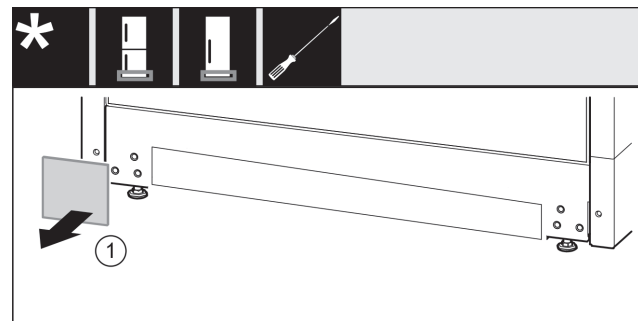

Fig. 47
- Abdeckung Fig. 47 (1) abnehmen.